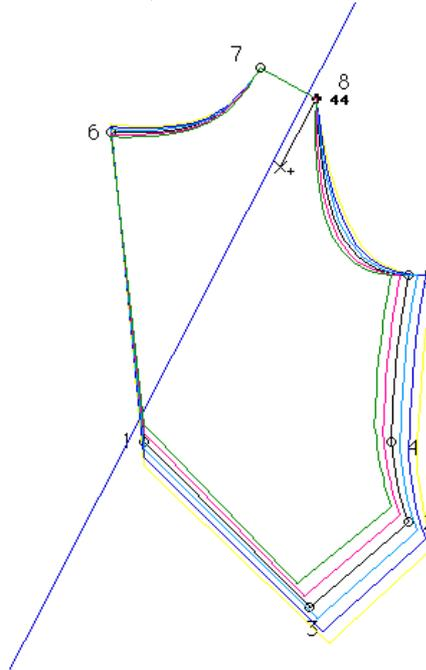

Figura 2-35
8. Haga clic cerca a la pequeña cruz y arrástrela. El punto para la talla 44 se mueve perpendicularmente a la línea del hombro. En la caja de la "L" especifique la distancia 0.7. Cerciórese que su ratón está debajo de la línea de hombro cuando lo libera, como se muestra en la Figura 2-35.